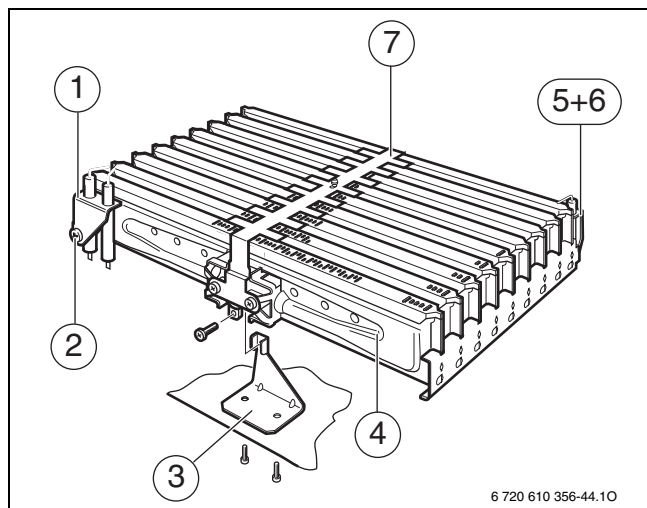

Рис. 36 Блок пальника
- ▶ Роз'єм електрода розпаду (1) знімати з обережністю (→ рис. 36).
- ▶ Обережно зніміть з'єднання на електроді контролю полум'я (5).
- ▶ Зніміть кріпильний кутовий елемент (3).
- ▶ Послабте накидну гайку пальника та обережно зніміть модуль пальника (4).